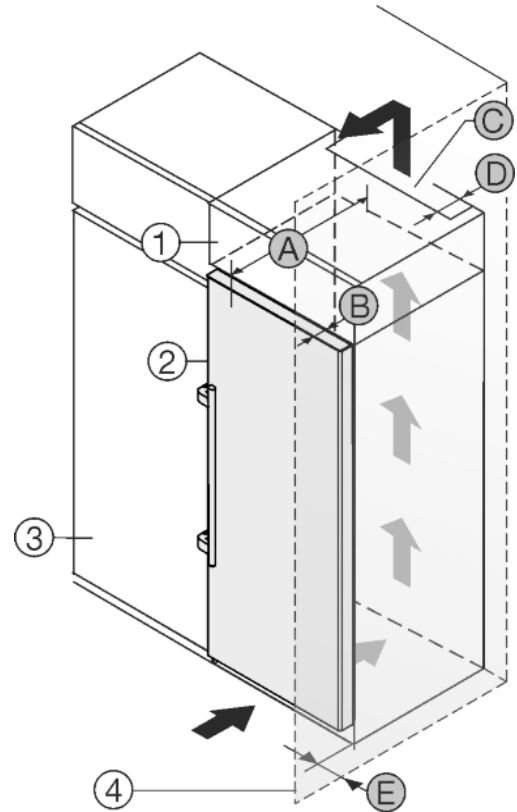

Fig. 20
Пристрій можна комбінувати з кухонними шафами. Для того, щоб пристрій Fig. 20 (2) вирівняти по висоті кухонної секції, на пристрій можна встановити антресольну секцію Fig. 20 (1).
Пристрій можна встановлювати безпосередньо поряд з кухонною шафою Fig. 20 (3). Для повного відкриття дверей пристрій повинен виступати на глибину Fig. 20 (B) відносно передньої панелі кухонної шафи. Залежно від глибини кухонних шаф та використання пристінних розпірок пристрій можна встановити так, щоб він виступав вперед.
- Задня сторона антресольної шафи повинна мати вентиляційний канал глибиною Fig. 20 (D) вздовж всієї ширини шафи.
- Під стелею приміщення слід дотримуватися поперечного перерізу вентиляційного відведення повітря Fig. 20 (C).
Якщо пристрій з шарнірами встановлюється поряд зі стінкою Fig. 20 (4), то між пристроєм та стінкою слід додержуватися відстані Fig. 20 (E). Це відповідає виступу ручки при відкритих дверцятах.